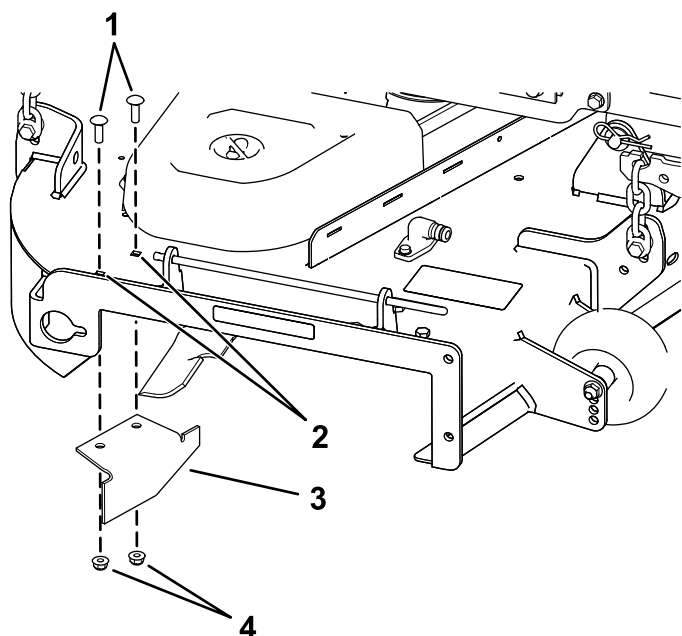

Figura 37
14. Localice el tabique en la bolsa de piezas sueltas, retire las fijaciones de los taladros traseros de la placa de descarga, e instale el tabique en el orificio de descarga lateral de la carcasa del cortacésped (Figura 37).